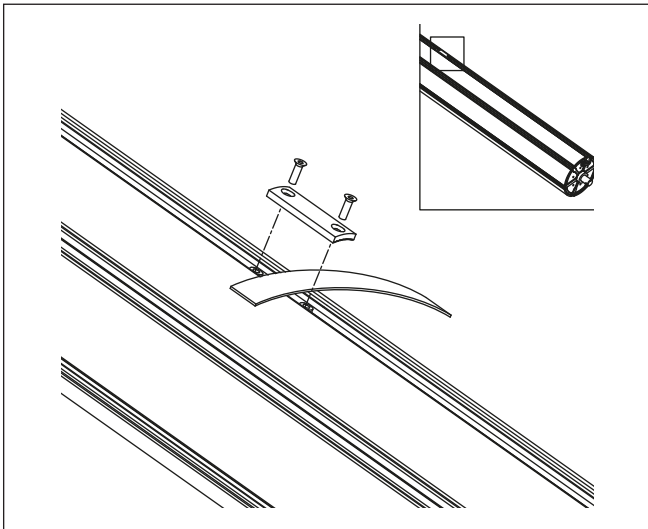

Abb. 35
6.2 Montage des Rollladens an der Achse (Abb. 35)